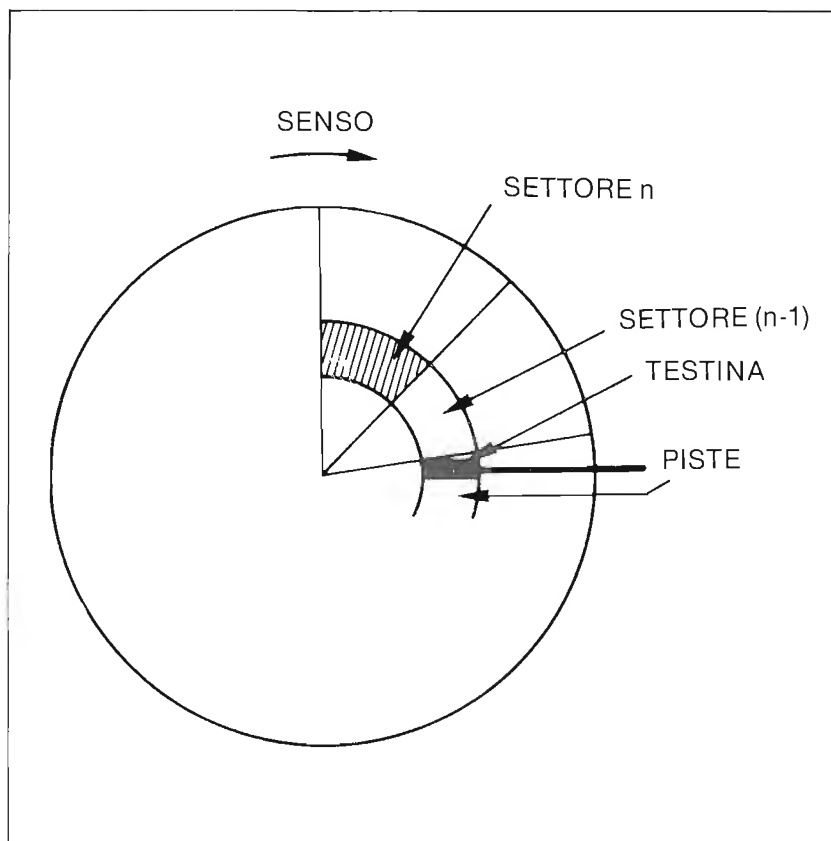
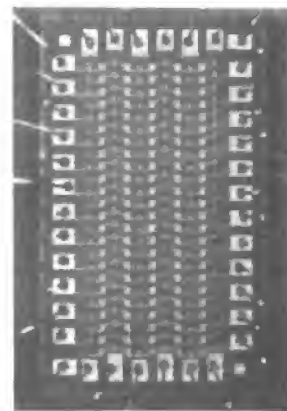

Fig. 6 - Settori, piste e testina del disco-floppy.
Fig. 8 - Matrice integrata di 6×24 fototransistor dell'Optacon.
Fig. 6 - Processo OCR multiple snapshot. È schematizzata la scansione della lettera d. I fotodiodi successivamente in conduzione sono tratteggiati; T.C. è il trigger photodiode.
Da tutte queste ricerche è infine derivato l'Optacon (11,12) (Telesensory Systems inc., Palo Alto, Cal.) (fig. 6, 7). L'area visiva della sua sonda corrisponde, grosso modo, a quella di un normale carattere a stampa. La sua immagine viene traslata in un facsimile tattile che si forma su di una matrice di 6×24 sensori vibranti a piezoceramiche bimorfe (14). Il non-vedente percepisce l'immagine tattile col polpastrello di una mano, mentre coll'altra guida la sonda lungo la riga di caratteri da «leggere». Il sensore optoelettronico (fig. 8), formato da 144 (6×24) fototransistor integrati su di un unico chip, è munito di un'ottica ad ingrandimento variabile (1:2.5) nonché di un illuminatore. L'intero apparato (fig. 16) pesa solo 8 libbre.